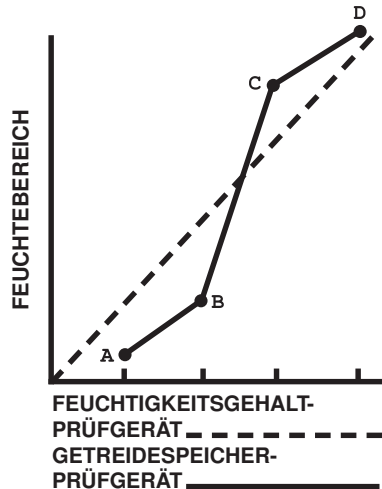

ABBILDUNG 1:
HINWEIS: Abbildung 1 dient lediglich zur Veranschaulichung und stellt keine tatsächlichen Prüfergebnisse dar.
- 1. Prüfergerät-Unterschiede:** Das Feuchtigkeitsgehalt-Prüfergerät stimmt möglicherweise nicht mit bestimmten Getreidespeicher-Prüfergeräten überein. Es gibt kein Prüfergerät, das den tatsächlichen Feuchtigkeitsgehalt eines jeweiligen Getreides messen kann. Für Getreidespeicher-Prüfergeräte bestehen keine nationalen Normen. Der Unterschied zwischen dem Feuchtigkeitsgehalt-Prüfergerät und verschiedenen behördlich genehmigten Getreidespeicher-Prüfergeräten ist nicht immer gleichbleibend. Eine Einstellung für einen bestimmten Feuchtigkeitsgehalt stimmt möglicherweise bei einem anderen Feuchtigkeitsgehalt nicht. Abbildung 1 zeigt wie das Feuchtigkeitsgehalt-Prüfergerät über einem weiten Feuchtigkeitsgehalt möglicherweise mit einem Getreidespeicher-Prüfergerät zu vergleichen ist. Das Feuchtigkeitsgehalt-Prüfergerät und die meisten Getreidespeicher-Prüfergeräte sind im mittleren Feuchtigkeitsbereich für die jeweilige Getreidesorte am genauesten. In dieser Abbildung stimmen die Prüfergebnisse für das Getreidespeicher-Prüfergerät (in der Abbildung durch die durchgehende Linie dargestellt) in diesem Bereich nahezu mit denen des Feuchtigkeitsgehalt-Prüfergeräts (als gestrichelte Linie dargestellt) überein. Je weiter man sich jedoch vom mittleren Bereich entfernt und in die höheren und niedrigeren Feuchtigkeitswerte gerät, desto größer werden die Unterschiede zwischen dem Getreidespeicher-Prüfergerät und dem Feuchtigkeitsgehalt-Prüfergerät, und das Prüfergerät kann sogar abwechselnd höhere und niedrigere Werte als das Getreidespeicher-Prüfergerät anzeigen. In Abb. 1 zum Beispiel stellt der Bereich zwischen B und C den mittleren Feuchtigkeitsgehalt dar. Die Prüfergebnisse des Feuchtigkeitsgehalt-Prüfergeräts stimmen innerhalb von plus oder minus 0,5 Prozent mit denen des Getreidespeicher-Prüfergeräts überein. Der Bereich zwischen A und B stellt den unteren Feuchtigkeitsbereich dar. Die Ergebnisse des Feuchtigkeitsgehalt-Prüfergeräts differieren um einen größeren Betrag von den Ergebnissen des Getreidespeicher-Prüfergeräts und sind in diesem Falle NIEDRIGER als die Ergebnisse des Getreidespeicher-Prüfergeräts. Der Bereich zwischen C und D stellt den oberen Feuchtigkeitsbereich dar. Die Ergebnisse des Feuchtigkeitsgehalt-Prüfergeräts differieren wiederum um einen größeren Betrag von den Ergebnissen des Getreidespeicher-Prüfergeräts als im mittleren Feuchtigkeitsbereich, aber in diesem Falle sind sie HÖHER als die Ergebnisse des Getreidespeicher-Prüfergeräts.
- 2. Voraussetzung für die Kalibrierung:** Abbildung 1 stellt dar, dass die Ergebnisse des Feuchtigkeitsgehalt-Prüfergeräts im mittleren Feuchtigkeitsbereich im Prinzip mit den Ergebnissen des Getreidespeicher-Prüfergeräts übereinstimmen. (Der Graph hier dient lediglich zur Veranschaulichung und stellt keine tatsächlichen Prüfergebnisse dar.) Jegliche Änderungen der Eichung für Getreide in diesem Feuchtigkeitsbereich sind gering, und eventuell nicht notwendig. Falls das Getreide jedoch sehr trocken (niedriger Feuchtigkeitsbereich) oder sehr feucht ist (oberer Feuchtigkeitsbereich), muss das Feuchtigkeitsgehalt-Prüfergerät möglicherweise entsprechend den Ergebnissen des Getreidespeicher-Prüfergeräts geeicht werden. Hierfür in beiden Prüfergeräten Getreide der gleichen Getreideprobe verwenden. Die notwendige Kalibrierungseinstellung notieren. Sie gilt für alle Prüfungen in diesem Feuchtigkeitsbereich für die jeweilige Getreidesorte.